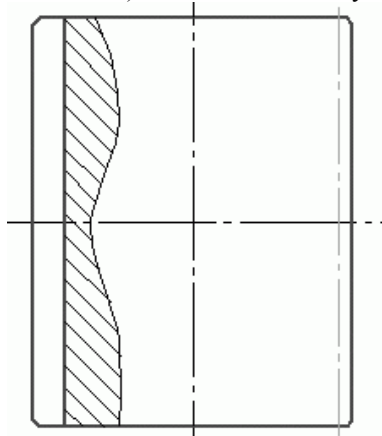

Рис. 2.86. Полученная зубчатая шестерня (слой с изображением зубчатого колеса погашен)
6. Нажмите кнопку Кривая Безье на панели инструментов Геометрия. На панели свойств выберите стиль линии Для линии обрыва и создайте произвольную кривую по всей ширине шестерни, отсекая изображение зуба шестерни, который будет показан в зацеплении. Поместите штриховку (со стилем Металл и углом наклона  $-45^\circ$ ) в созданной замкнутой области. Вы получите изображение выреза зуба шестерни (рис. 2.86).